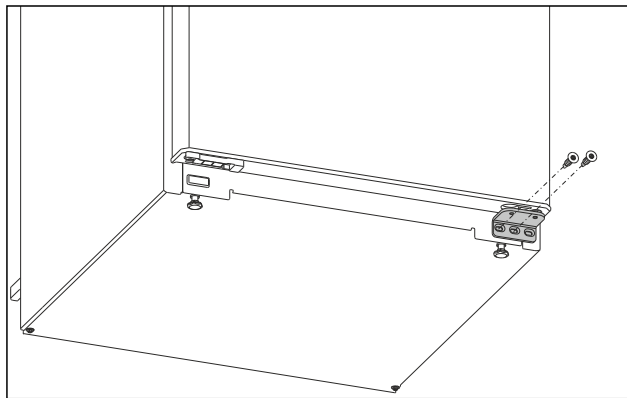

Fig. 4
- ▶ Выверните на нижнем опорном кронштейне центральный винт при помощи отвертки Torx 20. Fig. 4 ()
- ▶ Выверните на нижнем опорном кронштейне внутренний винт при помощи отвертки Torx 20. Fig. 4 ()